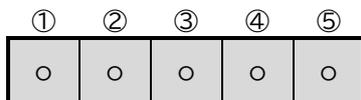

図2 I/F-1 仕様 (top view)
- I/F-1の各ピンよりデジタル信号 (HIGHまたはLOWレベル) が出力される回路 (図2参照)
- 回路を、部品 (C) を用いて製作する。
接続用ケーブル-1	入力回路 I/F-1 用(入力回路の電源供給・出力信号) 図2 参照